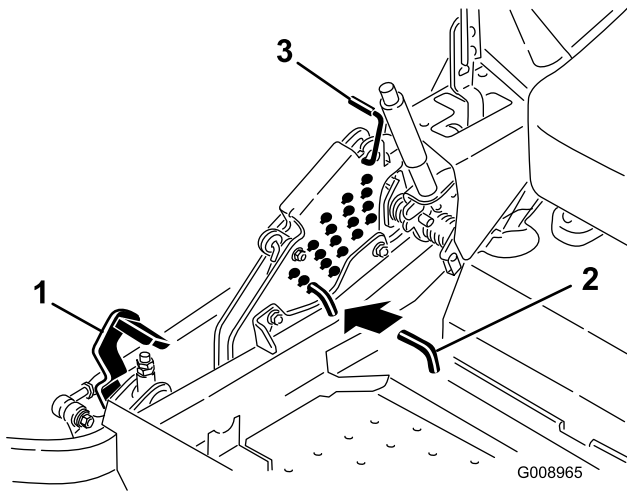

Figura 82
5. Empuje el pedal de elevación de la plataforma hacia delante del todo; la plataforma se enganchará en la posición de transporte de 14 cm (5-1/2 pulg.) (Figura 82).